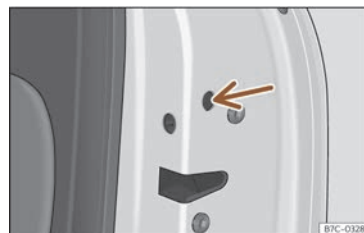

Abb. 51 Notfallsperre der Tür.
- Stecken Sie den Schlüsselbart in den Schlitz >>> (Abb. 51) (Pfeil) und drehen Sie den Schlüssel bis zum Anschlag nach rechts (rechte Tür) bzw. nach links (linke Tür).